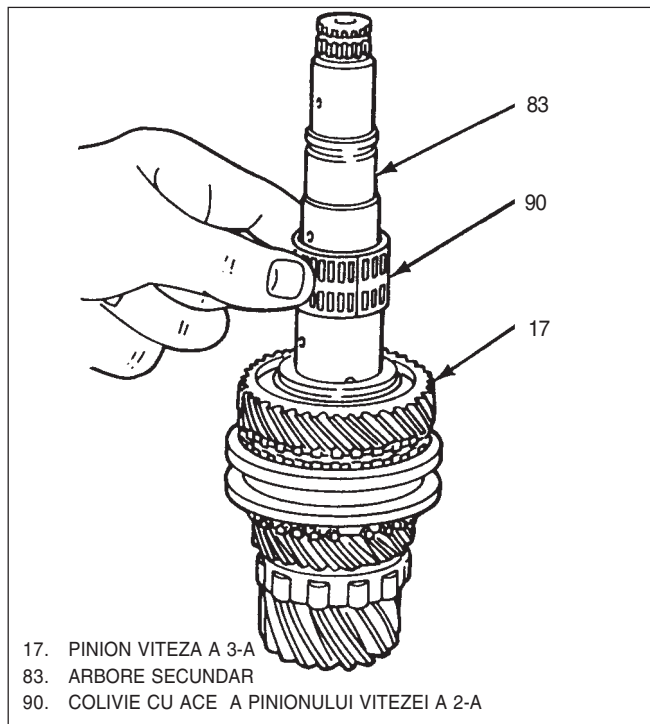

Fig. 23 Demontare colivie cu ace pinion viteza a 2-a
- 4) Colivie cu ace pinion viteza a 2-a, inel de reținere(61), semiinele(62), pinion viteza a 3-a(17), colivie cu ace(91), inel sincronizator(16), siguranță(26) și șaibă(93), Fig 23 și 24.